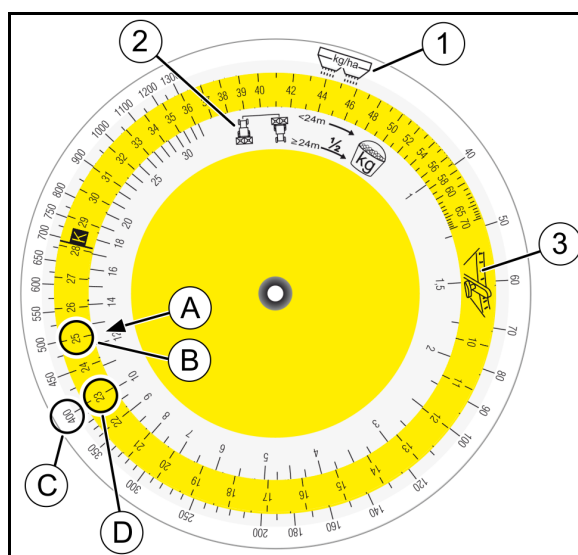

Fig. 56
Finn tallverdien (Fig. 56/2) på skalaen (A) for oppsamlet mengde [kg], og sett den overfor den valgte spjeldstillingen (B) på den fargede skalaen (Fig. 56/3).
3. Finn ønsket spredningsmengde (C) og les av den nødvendige spjeldstillingen (posisjon) (D) ablesen.